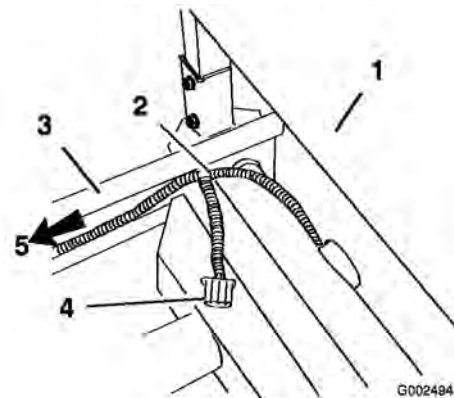

Bild 9
11. Verlegen Sie an der Überrollschutzabdeckung hinten am Sitz den Kabelbaum unter dem Sitz entlang und über den Rahmen. Stellen Sie sicher, dass die Netzstrombuchse des Sprühsystems von der Fahrzeugunterseite herausragt (Bild 9).
12. Verlegen Sie den Kabelbaum mit dem vorhandenen Kabel entlang des linken Rahmens wieder zum Geschwindigkeitssensor zurück (Bild 9).